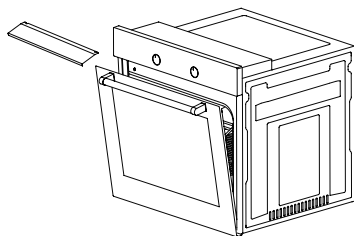

Figura 16
1. Coloque a placa protetora sob o painel de controlo, abrindo a porta frontal do forno. (figura 16)